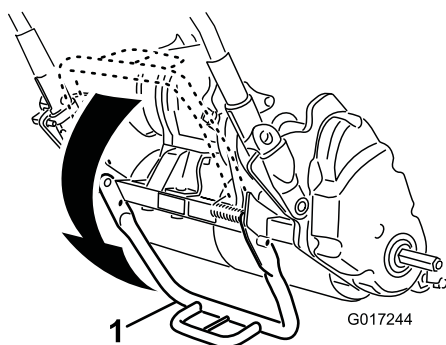

Figura 17
1. Con il piede, abbassate il cavalletto, quindi alzate il sostegno della stegola finché il cavalletto non gira in avanti, sopra il centro (Figura 17).